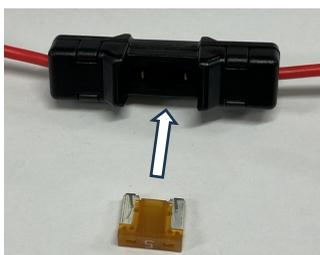

図 3
- ③ ヒューズ交換をする際は、奥まで確実に挿入してください。(図3)